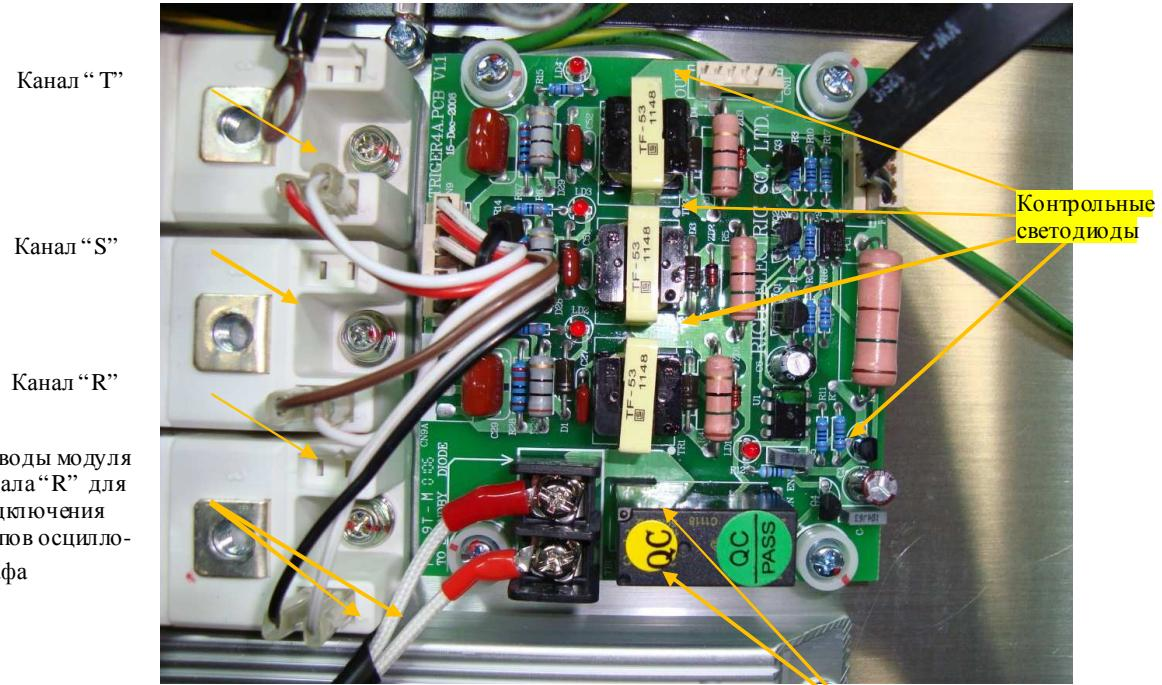
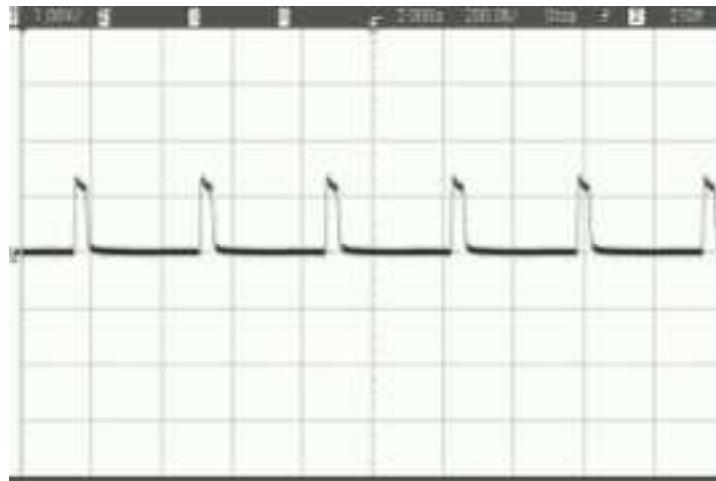

Рис. 4.12.
Рис. 4.13. Осциллограмма импульсов управления диодно – тиристорным модулем (200 мкс/дел; 1,0 В/дел).
4.10.1. Подключить щупы осциллографа к управляющим контактам диодно – тиристорного модуля канала R (см. рис. 4.12). Наблюдать импульсы управления.
Примерный вид импульсов управления диодно – тиристорным модулем представлен на рис. 4.13.
4.10.3. У исправной платы управления тиристорами должны светиться все контрольные светодиоды (рис. 4.12), осцилограммы сигналов управления по всем трем каналам должны соответствовать рис. 4.13, а также показания мультиметра в режиме измерения сопротивления, подключенного к контактам колодки ТВ1 должны соответствовать обрыву цепи. В противном случае плата управления тиристорами подлежит замене.